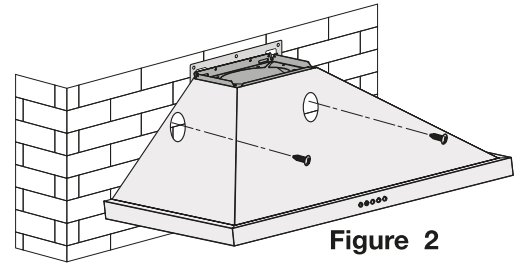

Figure 2
- **Étape optionnelle** : Pour assurer un soutien accru, percez deux trous supplémentaires vis-à-vis les trous prépercés de la hotte, puis installez la hotte au mur (voir figure 2).